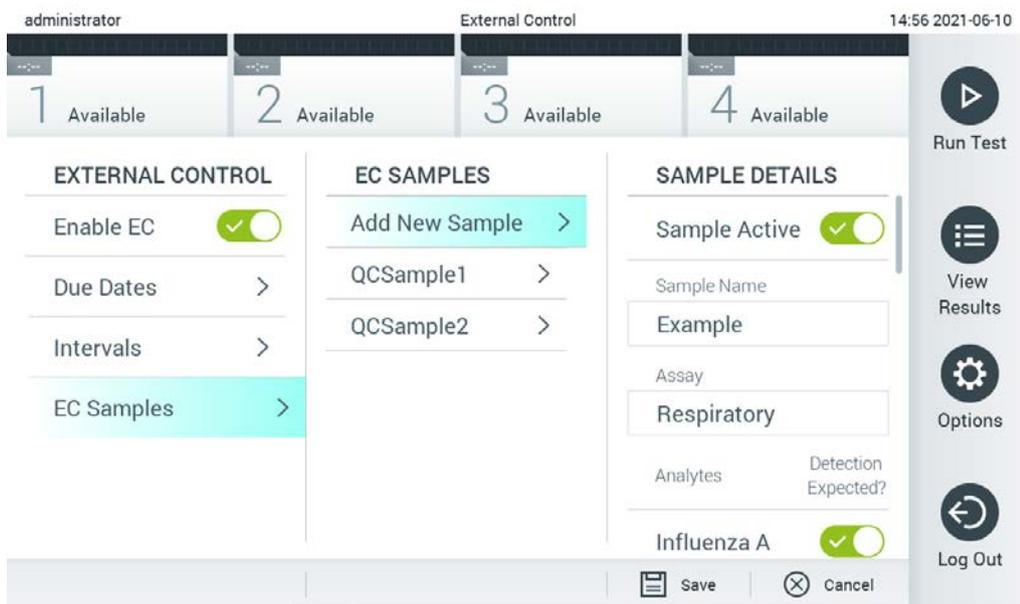

Figura 53. Pantalla External Control EC Samples (Muestras de EC de control externo).
5. Seleccione **EC Samples** (Muestras de EC) para añadir o editar muestras que se usan en una prueba de control externo. Para añadir una nueva muestra de EC, presione **Add new Sample** (Añadir nueva muestra) y continúe con la configuración en la columna de la derecha (figura 53). Para editar una muestra de EC, seleccione una existente de la columna del medio y continúe con la configuración en la columna de la derecha.